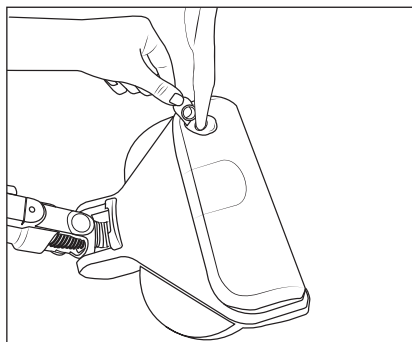

Fig. 16
- 1) Afferrare la linguetta di chiusura 33 del serbatoio dell'acqua pulita 32 con le dita e tirarla via verso l'alto dall'apertura di riempimento del serbatoio dell'acqua pulita 32 vedere fig. 16).
- 2) Versare acqua di rubinetto o acqua distillata nel serbatoio dell'acqua pulita 32 (vedere fig. 16).